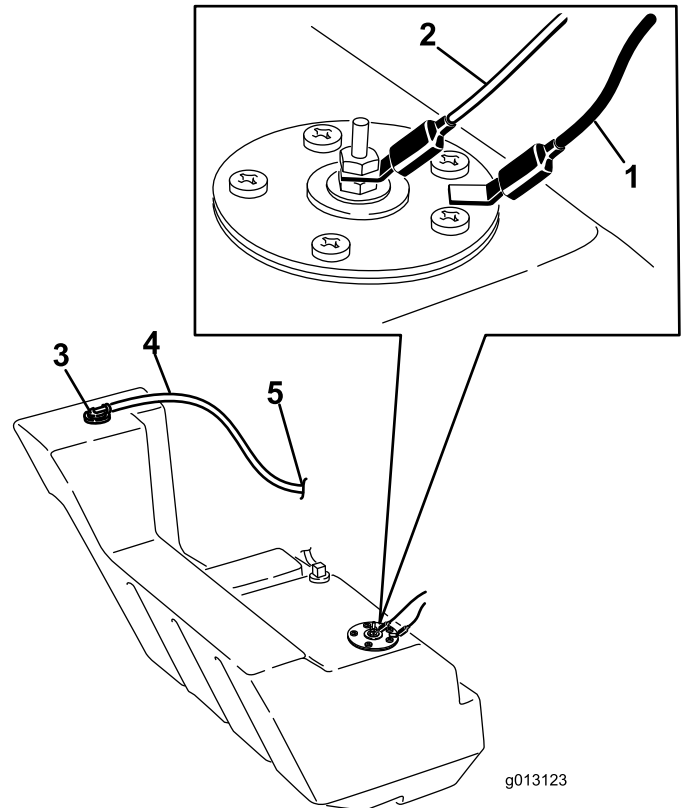

Bild 66
12. Ziehen Sie die beiden Kabel ab, die zur rechten Tankseite führen (Bild 66).
21. Auf der rechten Seite des Tanks verbinden Sie das orange Kabel mit dem inneren Pol und das schwarze Kabel mit dem äußeren Pol (**Bild 66**).